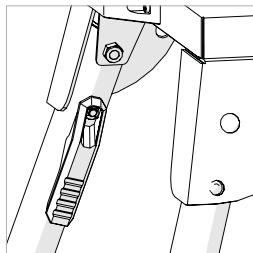
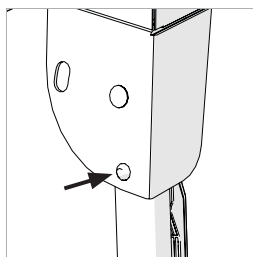

Fig. 1
Fig. 2
- Kläm lås-/upplåsningsspaken (**Fig. 1**) mot benet för att ta den ur det ursprungliga läget.
- Upprepa processen fram tills alla fyra (4) ben har placerats.
- Se till att alla fyra (4) ben är helt låsta i arbetsläget. Gångjärnens låsstift ska vara helt anslutna till de maskinbearbetade skårorna som är inkorporerade i bordets hörnfästen. (**Fig. 2**).